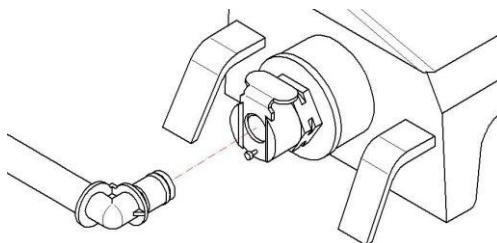

Fig. 1
6. Ne pas oublier de connecter le tuyau de l'eau en l'enfonçant jusqu'à entendre un "clic" (Fig. 1).
- Placer uniquement le petit réservoir plein d'eau en vous assurant que le tuyau d'eau a été correctement connecté : l'enfoncer jusqu'à entendre le fameux "clic" (Fig. 1).